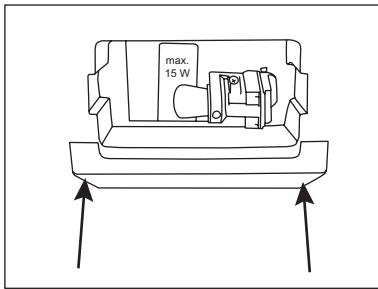

fig. 7
2. Demonter lysskjermen (fig. 7). Klem sammen lysskjermen, slik at lysskjermen løsner fra de to klipsene.